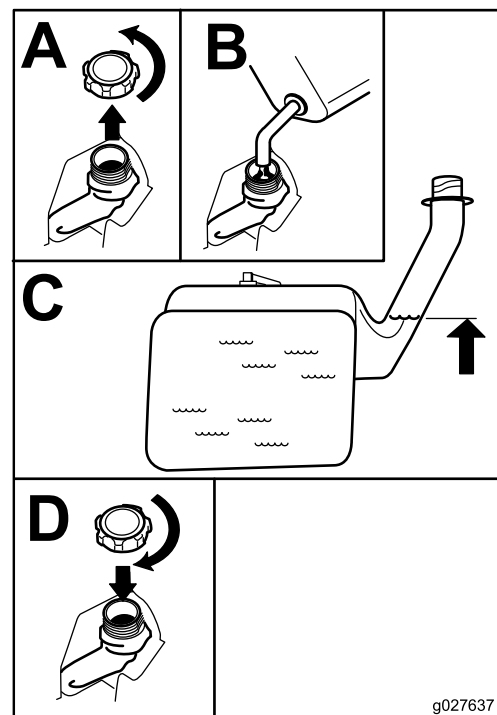

Figura 7
2. **Lentamente** adicione gasolina normal, sem chumbo até o combustível chegar à base do tubo de enchimento Figura 7.